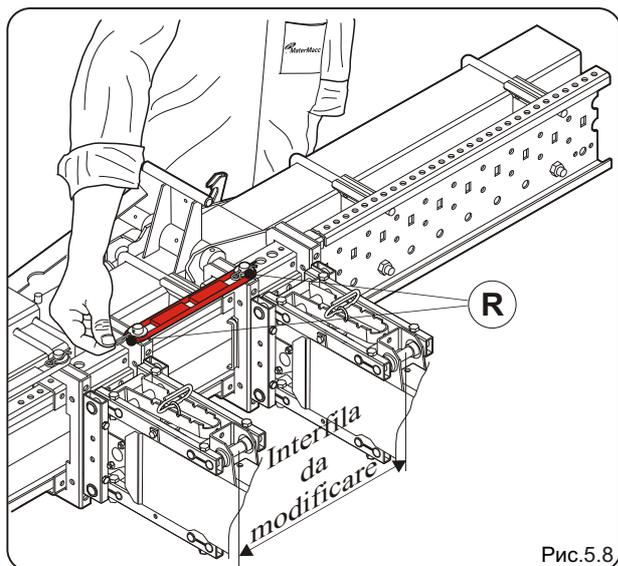

Рис.5.8
- Уберите штыри с R и кольцевые прокладки (рис.5.8).